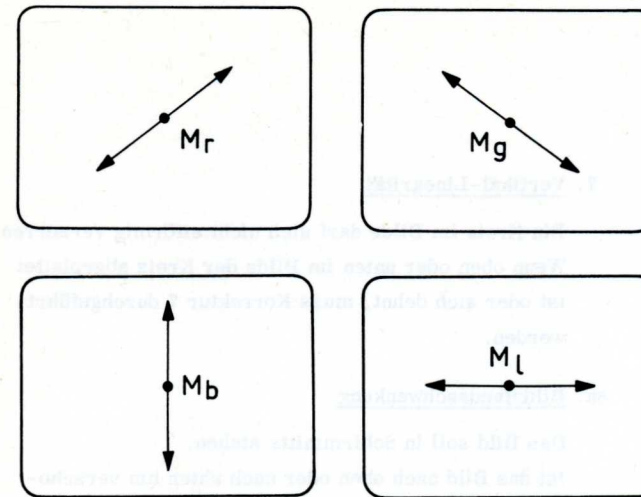

Fig. 4
- Mit den Magneten Mb und Ml (siehe Bild 2) den blauen Punkt in Schirmmitte auf den gelben Punkt bringen. Man bekommt nun einen weissen Punkt. Siehe Bild 4 für die Richtung, die den Punkten erteilt werden kann.